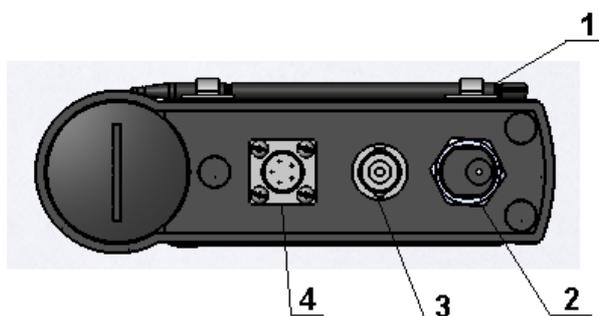

Рисунок 4 – Вид передней торцевой поверхности прибора (разъемы подключения)
- подключить зарядное устройство к разъему зарядки на приборе (см. рис.4). Центральный контакт разъема зарядного устройства должен иметь положительный потенциал.